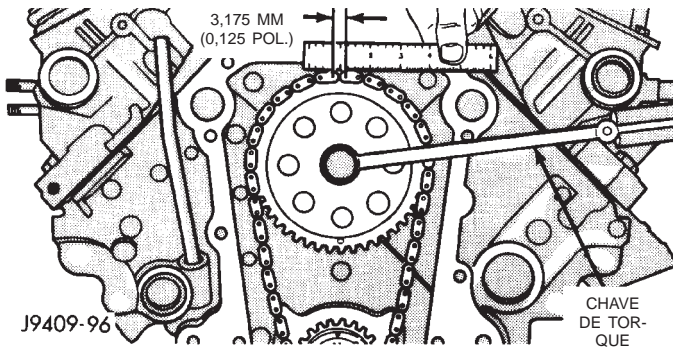

Fig. 5 Medição do Estiramento e Desgaste da Corrente de Distribuição
(3) Prenda uma escala com leitura dimensional nivelada com a extremidade de uma ligação de corrente. Com os cabeçotes de cilindros instalados, aplique um torque de 14 N·m (30 pés-lb.) na direção inversa. Com os cabeçotes de cilindros removidos, aplique um torque de 20 N·m (15 pés-lb.) na direção inversa. Anote a quantidade de movimento da corrente (Fig. 5).